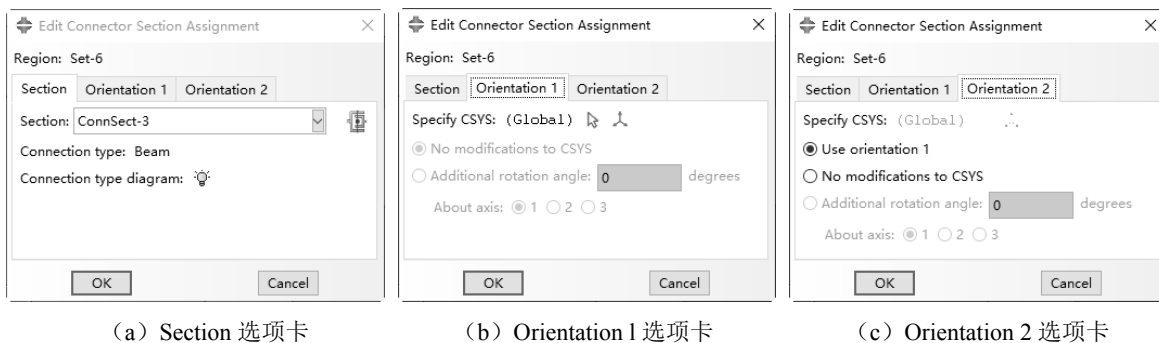
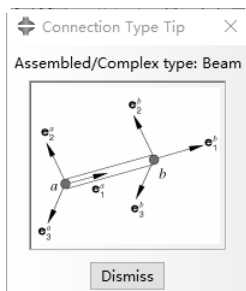

图 2-68 Edit Connector Section Assignment 对话框
图 2-69 显示图例
执行 Connector→Assignment(指派)→Create 命令,或单击工具区中的 Create Connector Assignment (指派连接器属性) 图标, 根据提示选择特征线, 弹出 Edit Connector Section Assignment (编辑连接器截面指派) 对话框, 如图 2-68 所示。该对话框包含 Section、Orientation 1 (方位 1) 和 Orientation 2 (方位 2) 3 个选项卡。
- Section: 用于选择连接器的截面特性, 如图 2-68 (a) 所示。单击 Connection type diagram (连接类型图表) 按钮时, 显示如图 2-69 所示。
- Orientation 1: 用于指定连接器第 1 个端点的坐标系, 如图 2-68 (b) 所示。
- Orientation 2: 用于指定连接器第 2 个端点的坐标系, 如图 2-68 (c) 所示。